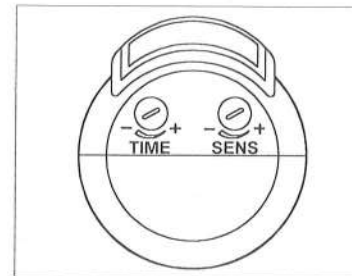

図 4
- TIME（時間）のダイヤルはセンサーBOXの下面についています。（図4参照）
- SENS（センサー）のダイヤルはセンサーBOXの下面についています。（図4参照）